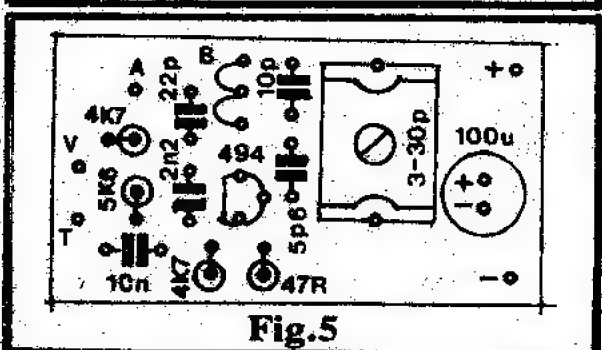

Fig.5
**- FIG. 5 - “CHAFEADO” DA MONTAGEM** - A figura mostra a plaquinha, agora pelo lado não cobreado, com todos os principais componentes já posicionados. Atenção aos seguintes pontos: